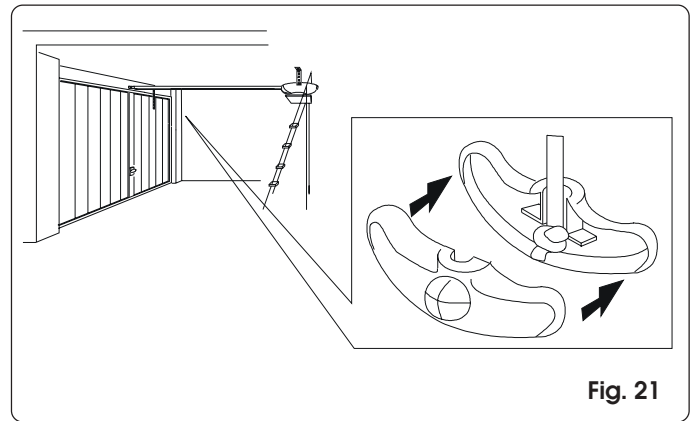

Fig. 21
- 2) Hacer un nudo en el extremo de la cuerda y montar la manilla de desbloqueo (fig. 21).